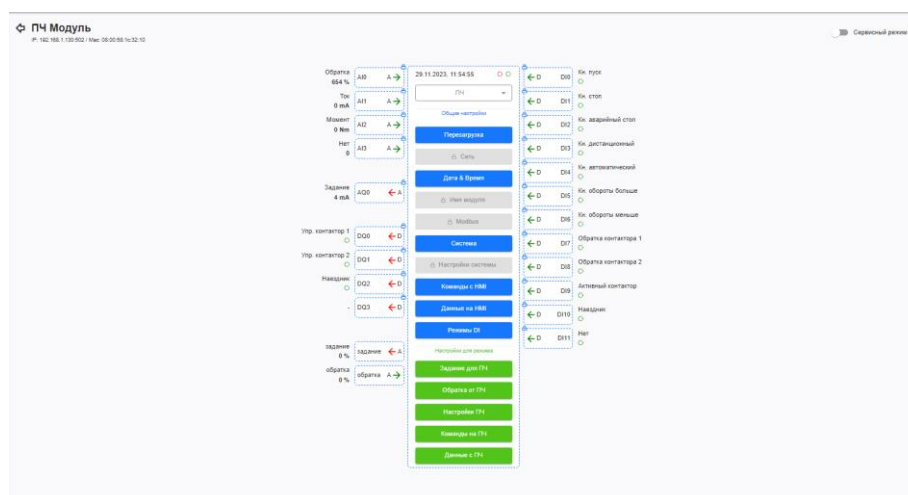

Рисунок 14. Полноценный веб-интерфейс..
5. При нажатии на модуль из списка, откроется полноценный веб-интерфейс, из которого производится все управление универсальным модулем (см. Рисунок 14).